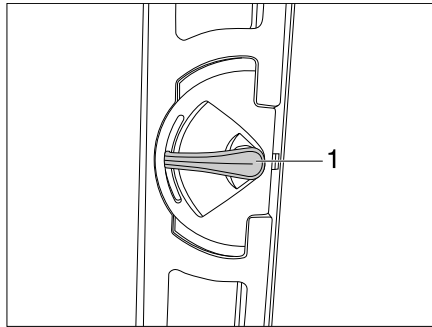
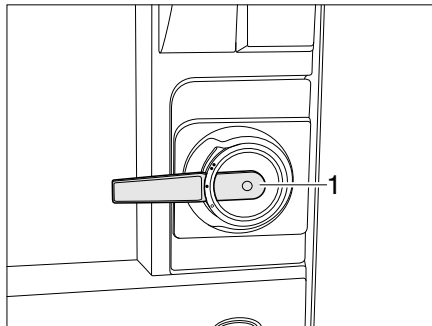

Fig. 21 Variante1: Serrure de la porte de cellule, à l'intérieur, ouverte
Fig. 23 Variante 2: Serrure de la porte de cellule, à l'intérieur, ouverte
- Pousser la poignée de porte (Fig. 21,1 ou Fig. 23,1) vers le bas.